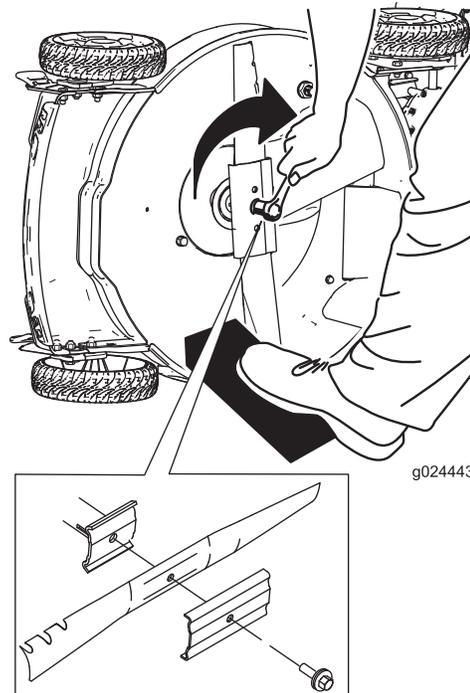

Figura 25
5. Instale la cuchilla nueva girando el perno de la cuchilla en sentido horario (Figura 25).